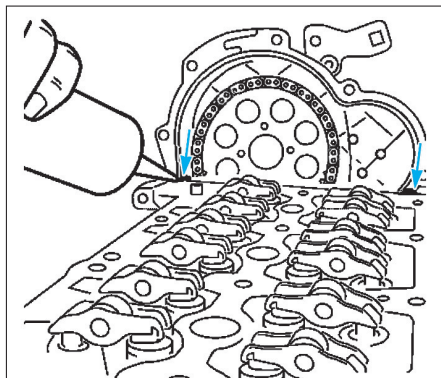

FIG. 93
- Appliqué un produit d'étanchéité sur les surfaces de contact entre les joints du carter d'arbre à cames et du carter de distribution (Fig.93).